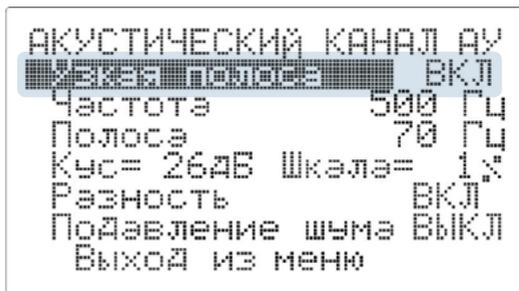

Рисунок 6 – Экран настроек в режиме «Узкая полоса– Вкл»
4.6.2.2 В режиме «Узкая полоса» «Вкл» (Рис. 6) возможна регулировка центральной частоты полосы пропускания – строка меню «Частота» и ширины полосы пропускания – строка меню «Полоса». Центральная частота может принимать значения от 40 до 4000 Гц. Изменение частоты с шагом 10 Гц или 1 Гц.